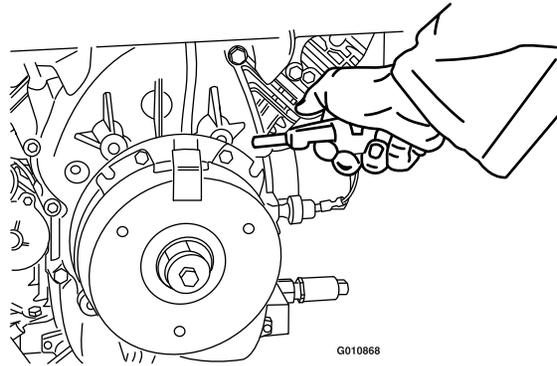

Figura 82
3. Utilizar un compresor de aire, elimine cualquier residuo de debajo del polo de freno y de alrededor de los espaciadores del freno (Figura 82).